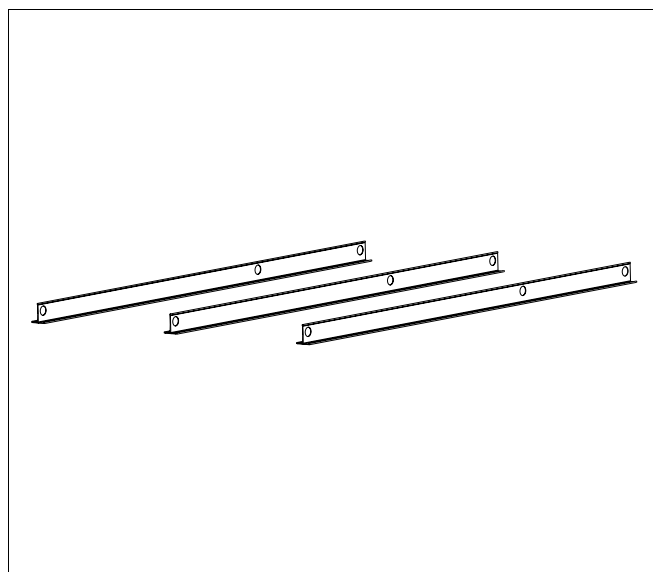

Fig. 22 Perfis em T do suporte de base - modelo vertical
- ▶ Coloque os três perfis em T necessários (no modelo horizontal são necessários 4 perfis em T) num colector (Fig. 22), com uma distância entre si de, aprox., 500 mm.